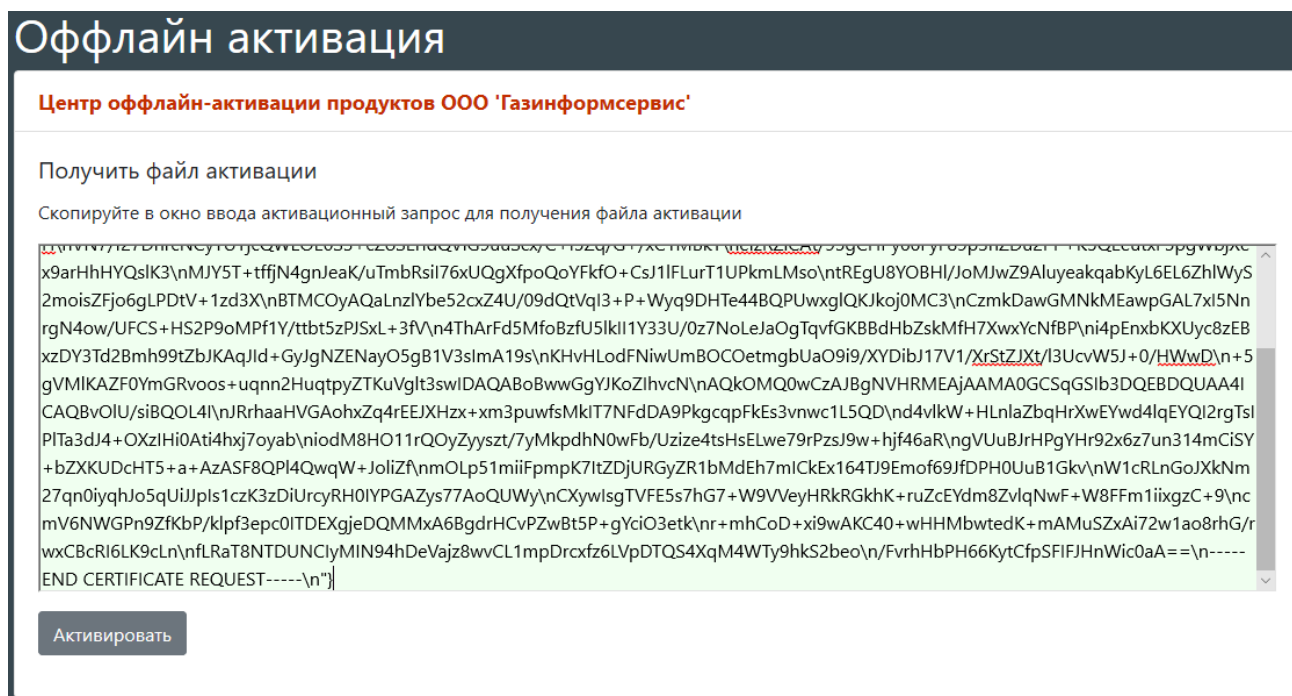

Рисунок 6.12 – Ввод данных активационного запроса
6.2.6 Для получения активационного ключа следует в браузере открыть страницу активации изделия по адресу: <https://license.gaz-is.ru/offlineActivate/>, в поле запроса активации ввести содержимое сохраненного файла с запросом активации и нажать кнопку **«Активировать»** (рисунок 6.12).
6.2.11 В окне рисунка 6.18 в поле **«Лицензия»** необходимо ввести текст лицензии (рисунок 6.12), либо указать путь к нему с помощью кнопки **«Открыть файл данных»**.